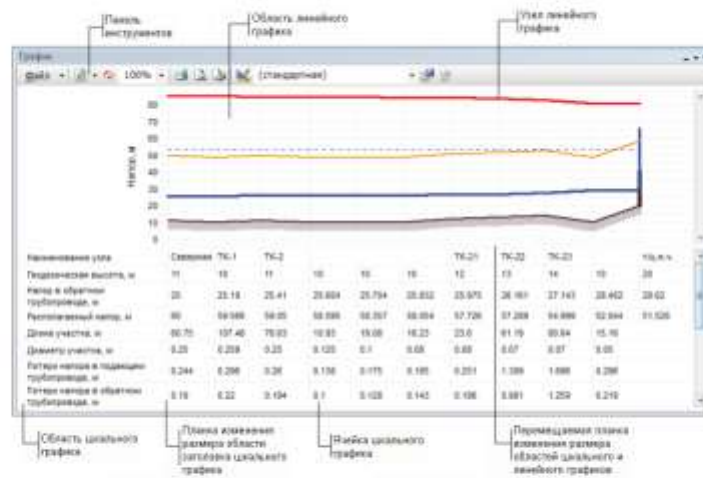

Рисунок 17.3. Окно пьезометрического графика
5. Нажмите кнопку Пьезометрический график  для построения графика и открытия окна пьезометрического графика (смотрите Рисунок 17.3. «Окно пьезометрического графика»).